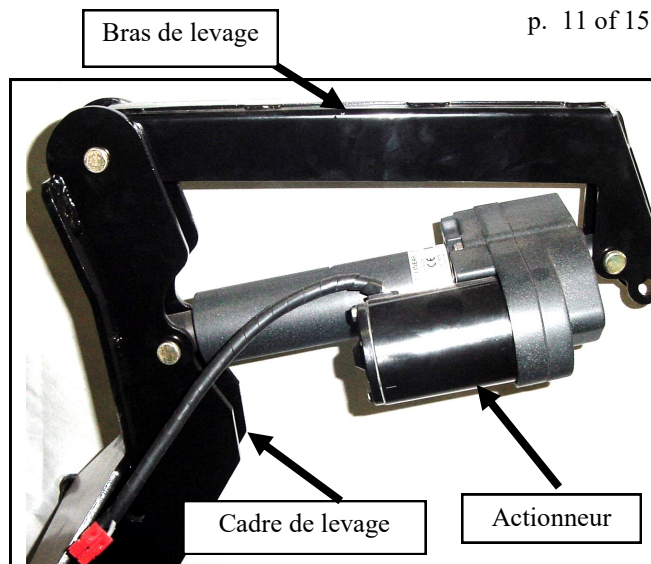

Fig. 10.1—Cadre de levage et bras de levage
10.1 Appliquez de la graisse sur les trous de pivot du bras de levage, de l'actionneur et du cadre de levage supérieur. Placez l'extrémité de la tige de l'actionneur entre les plaques verticales du cadre de levage, et alignez le trou inférieur du cadre de levage avec le trou pour tige de l'actionneur. Insérez une goupille de 1/2 po x 2 1/2 po pour maintenir. Placez l'extrémité arrière du bras de levage entre les plaques verticales du cadre de levage, et alignez le trou supérieur du cadre de levage avec le trou arrière du bras de levage. Insérez une goupille de 1/2 po x 2 1/2 po pour maintenir. Placez l'extrémité fixe de l'actionneur entre les plaques du bras de levage comme illustré, alignez les trous et insérez une goupille de 1/2 po x 2 po pour maintenir. Insérez ensuite des clavettes dans les trois goupilles pour les bloquer en place (voir la figure 10.1).